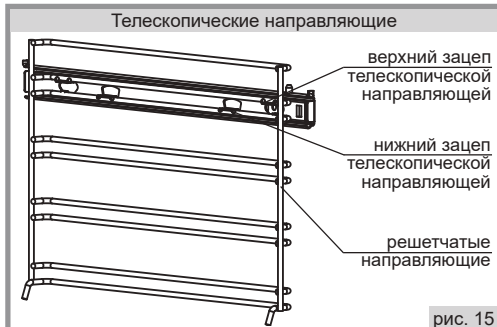

рис. 15
17.5.2. Для снятия телескопических направляющих нужно (рис. 15):